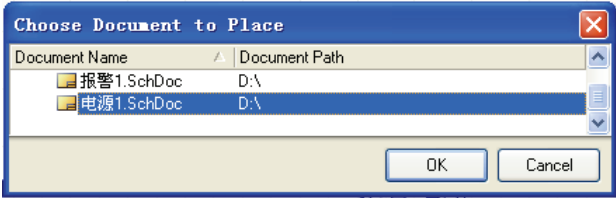
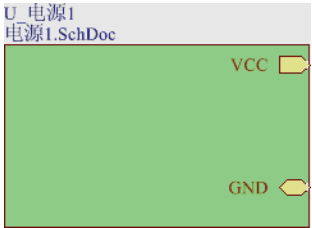

图 8-18 选择文件对话框
图 8-19 由电源电路 1.SchDoc 生成的子图符号
(2) 执行菜单命令【Design】→【Create Sheet Symbol From Sheet or HDL】，弹出选择文件对话框，如图 8-18 所示。
(3) 将光标移至图 8-18 选择文件对话框中文件名“电源 1.SchDoc”上，单击选中该文件（高亮状态）。单击 按钮确认，系统生成代表该原理图的子图符号，如图 8-19 所示。